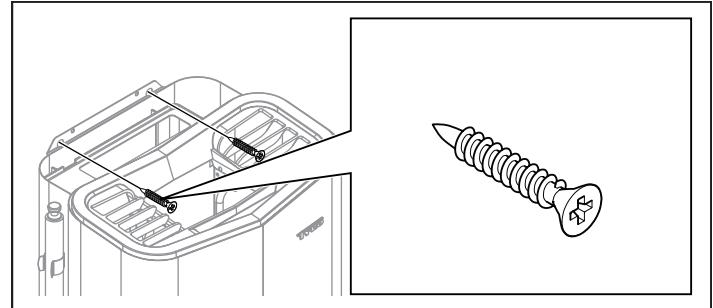
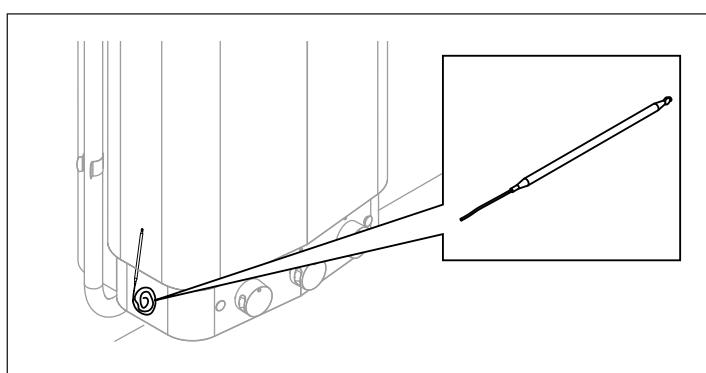

Fig 12: Konsolens låsskruvar
Fig 18: Hitta temperatursensorn
10. Lås aggregatet på plats med två låsskruvar (se Fig 12).
Skjut in temperatursensorn (hittas på sidan av aggregatet, se Fig 18) och sätt på profilerna. Fäst kapillärröret med clipsen (2) och dycketten (3) (se Fig 12).